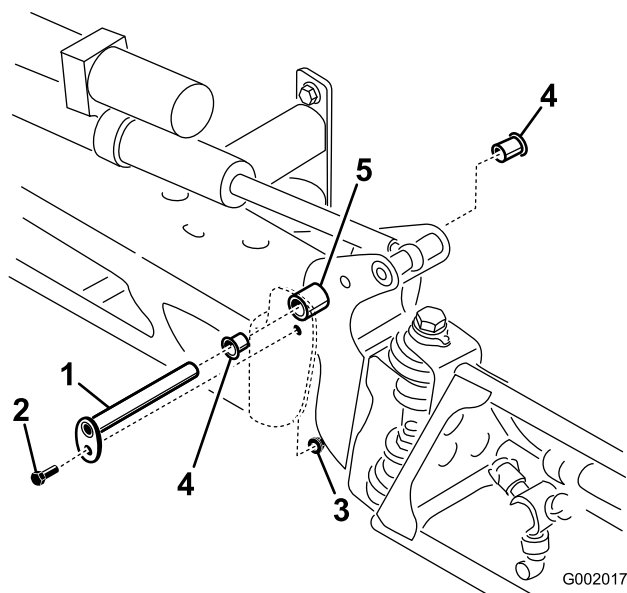

Figura 21
6. Retire e inspecione as buchas de nylon dos lados dianteiro e traseiro do suporte de articulação (Figura 21).
8. Monte a rampa e o apoio da articulação no chassis alinhando as aberturas (Figura 21).
3. Com o peso da rampa suportado, retire o parafuso e a porca que seguram o pino de articulação à rampa (Figura 21).